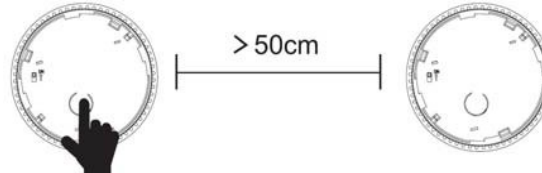

Fig. 9
2. Tryck kort på parkopplingsknappen på botten av den första brandvarnaren – den röda LED-indikatorn blinkar långsamt, ungefär en gång per sekund enligt Fig. 9.